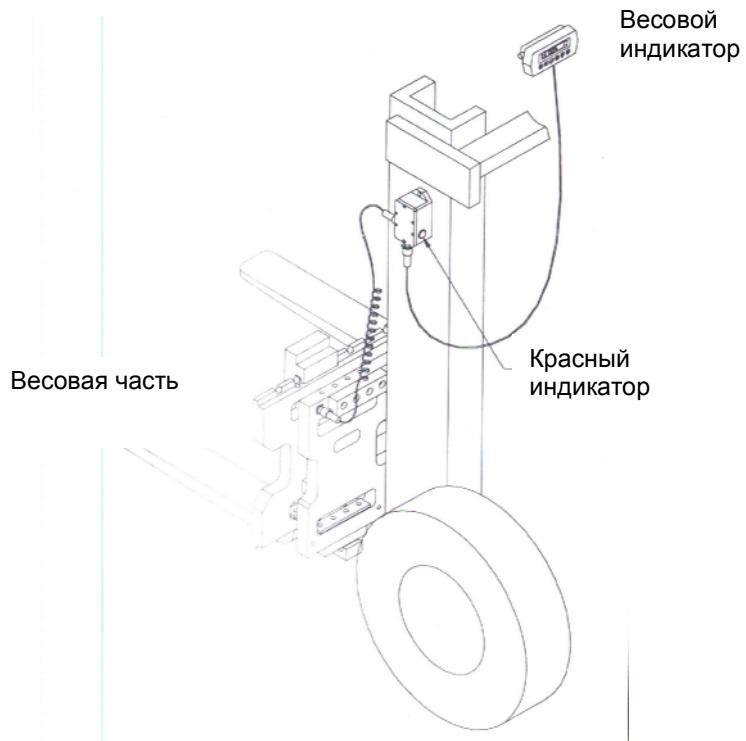

Рис.2
Подготовка к установке (Рис.2)
10. Подключите соответствующие кабели (см рис.2).